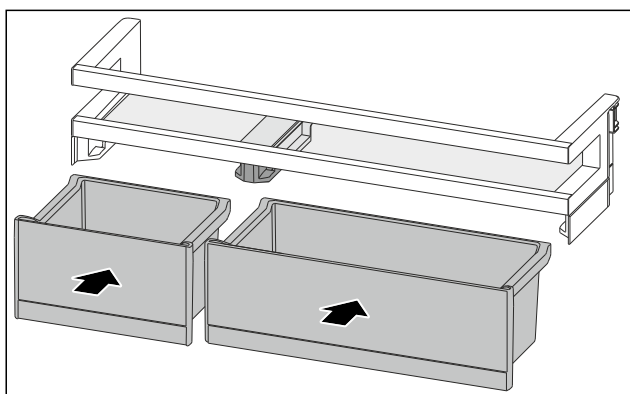

Fig. 186
- Installer les VarioBoxes dans l'agencement inverse. (voir Fig. 186)